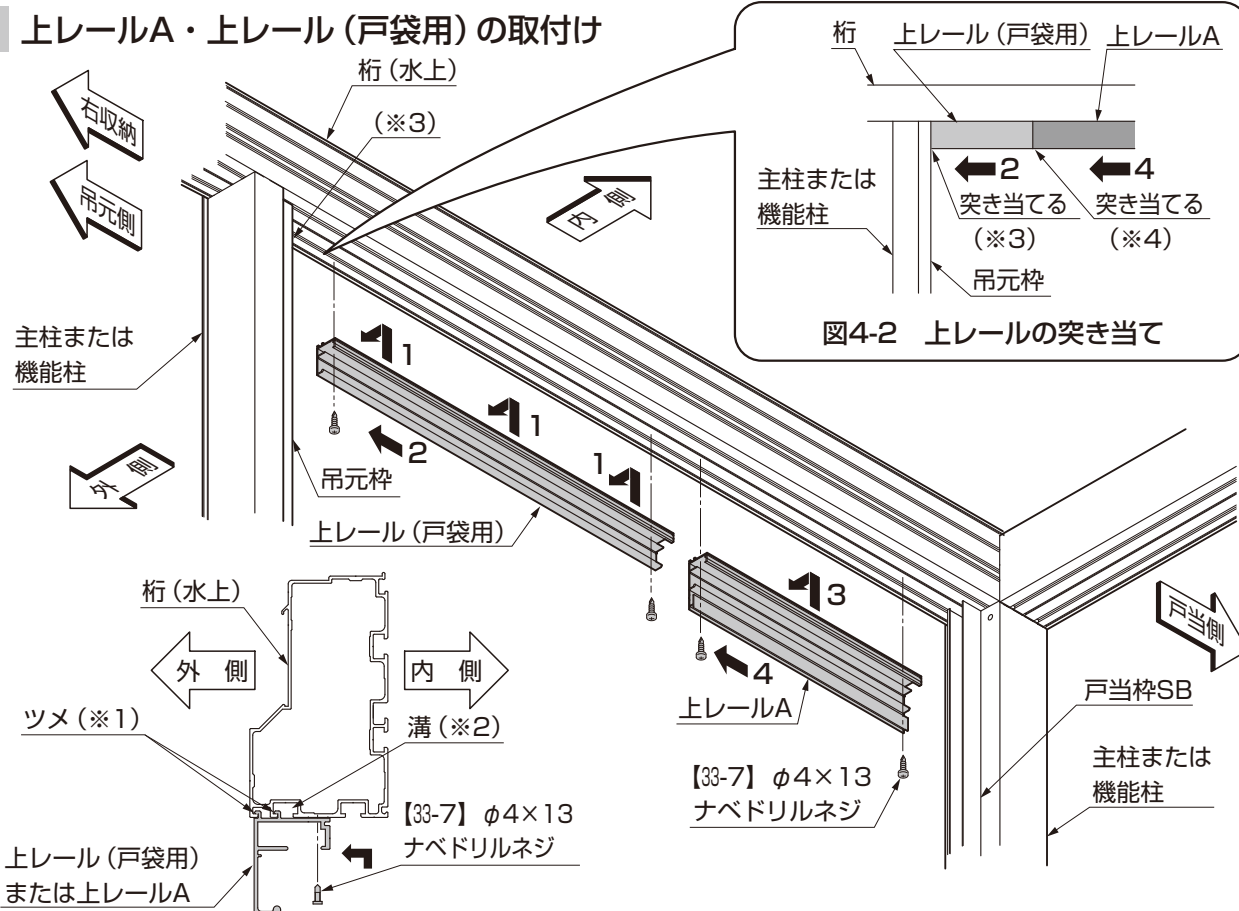

図4-1 上レール(戸袋用)・上レールAの取付け
①上レール(戸袋用)のツメ(※1)を、桁底部の溝(※2)に引っ掛けて、【33-7】で取付けてください。(図4-1参照)
②同様に上レールAのツメを、桁底部の溝(※2)に引っ掛けて、【33-7】で取付けてください。(図4-1参照)